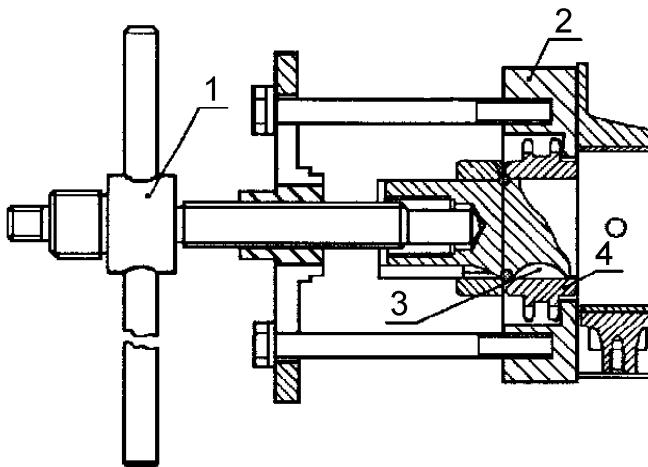

Рисунок 47. Снятие звездочки коленчатого вала:
- спрессовать звездочку с переднего конца коленчатого вала с помощью специального съемника (рис.47), вынуть шпонку звездочки;